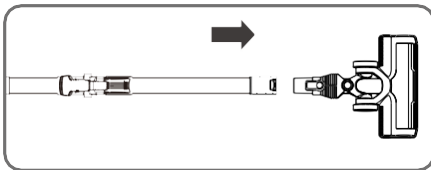

Figura 3
- Conecte el cepillo para pisos en el extremo del tubo. La instalación se completa con éxito una vez que se emite un "clic". (figura 3).